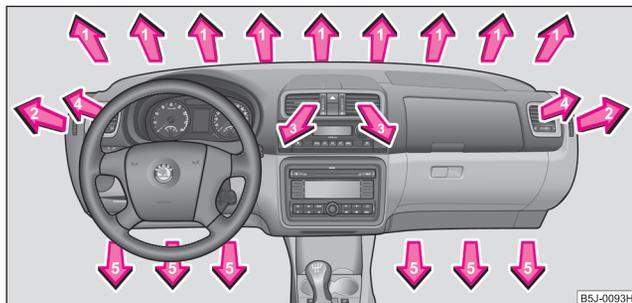

Fig. 96 Difusores de salida de aire
- Abrir los difusores **4** ⇒ página 88, fig. 96 y dirigirlos hacia el cristal lateral.
- Abrir los difusores de salida de aire **4** ⇒ página 88, fig. 96 y dirigirlos hacia el cristal lateral.